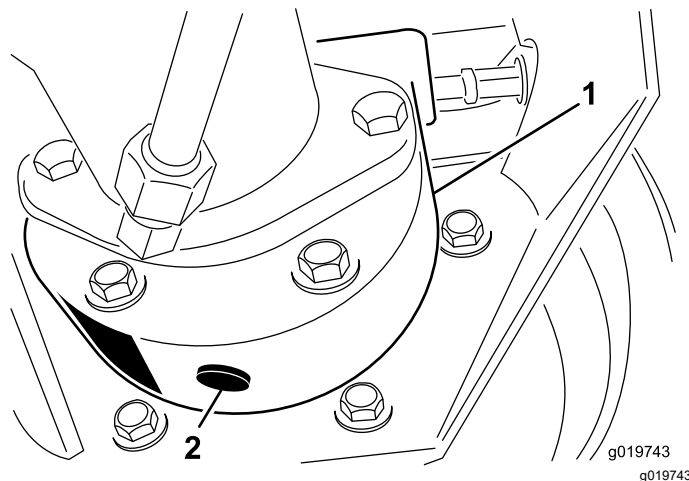

Figura 67
3. Coloque un recipiente debajo del alojamiento del freno, retire el tapón y deje que se drene el aceite (Figura 67).